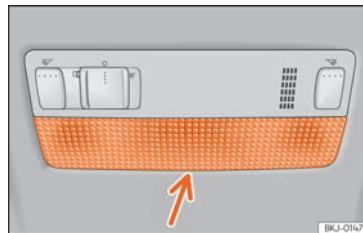

Abb. 111 Leseleuchte vorne.
- Das flache Ende eines dünnen Schraubendrehers zwischen Gehäuse und Glas einführen » Abb. 111.